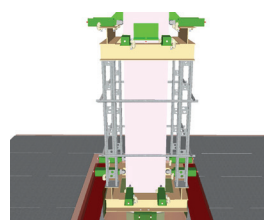

図 7 プレキャスト柱建込み／柱と杭の接合部コンクリート後打ち
② プレキャスト柱建込み／柱と杭の接合部コンクリート後打ち（図 7）